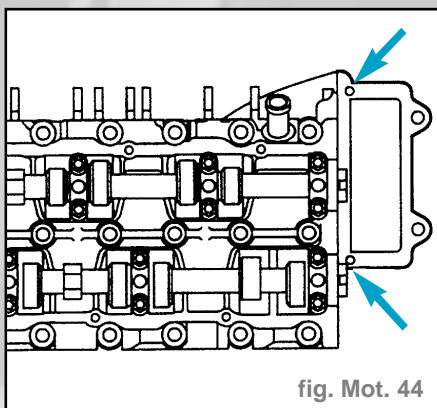

fig. Mot. 44
- Débarrasser les alésages de 3 mm dans le joint de culasse ou le cache et le flasque d'étanchéité du produit d'étanchéité usagé (fig. Mot. 44).